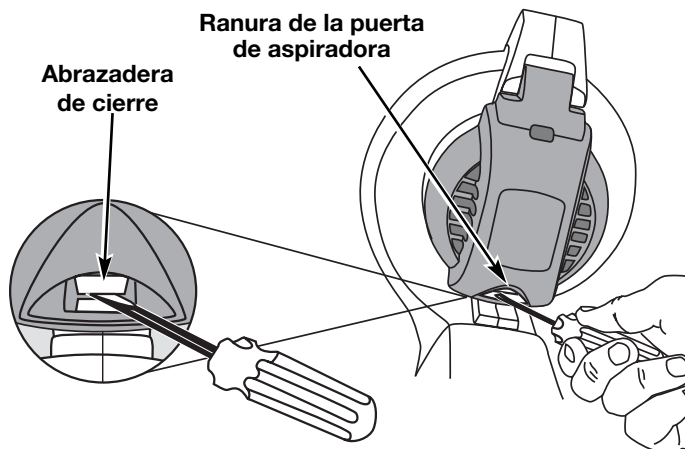

Fig. 3
4. Inserte un destornillador de cabeza plana en la ranura en el extremo inferior de la puerta de la aspiradora. Establezca contacto con la abrazadera de cierre de la puerta de aspiradora y empuje hacia adentro y arriba (Fig. 3). Después tire de la puerta de la aspiradora y manténgala abierta.